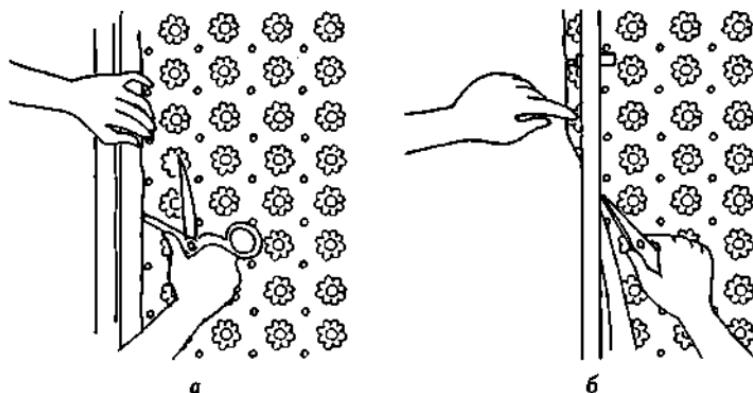

Рис. 30. Оклейка обоями стены за трубой
**Трубы и батареи.** Чтобы оклеить стену за трубой, обои подверните и надрежьте в зоне хомута трубы (рис. 30 а).
Закрытыми ножницами протолкните обои за трубу. При этом они лягут вокруг хомутов (рис. 30 б).